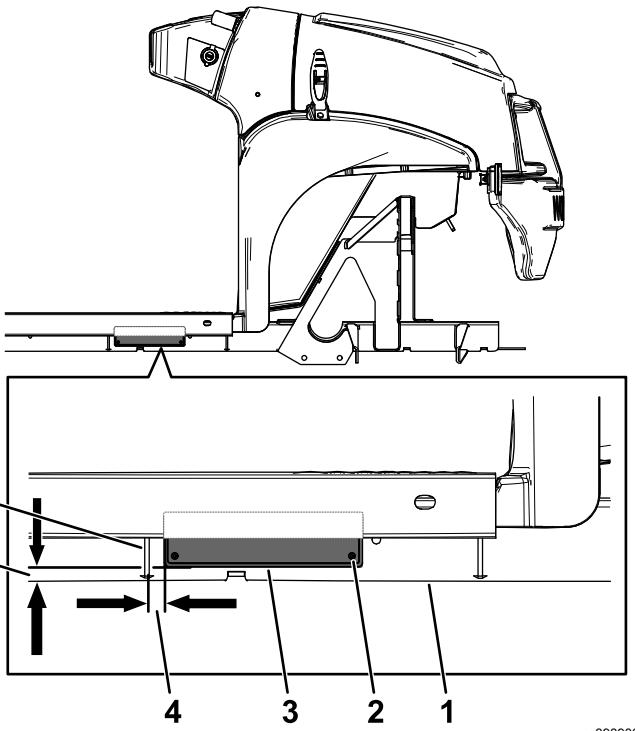

**Figura 5**
2. Coloque o número de série na máquina no local que se mostra em Figura 5.